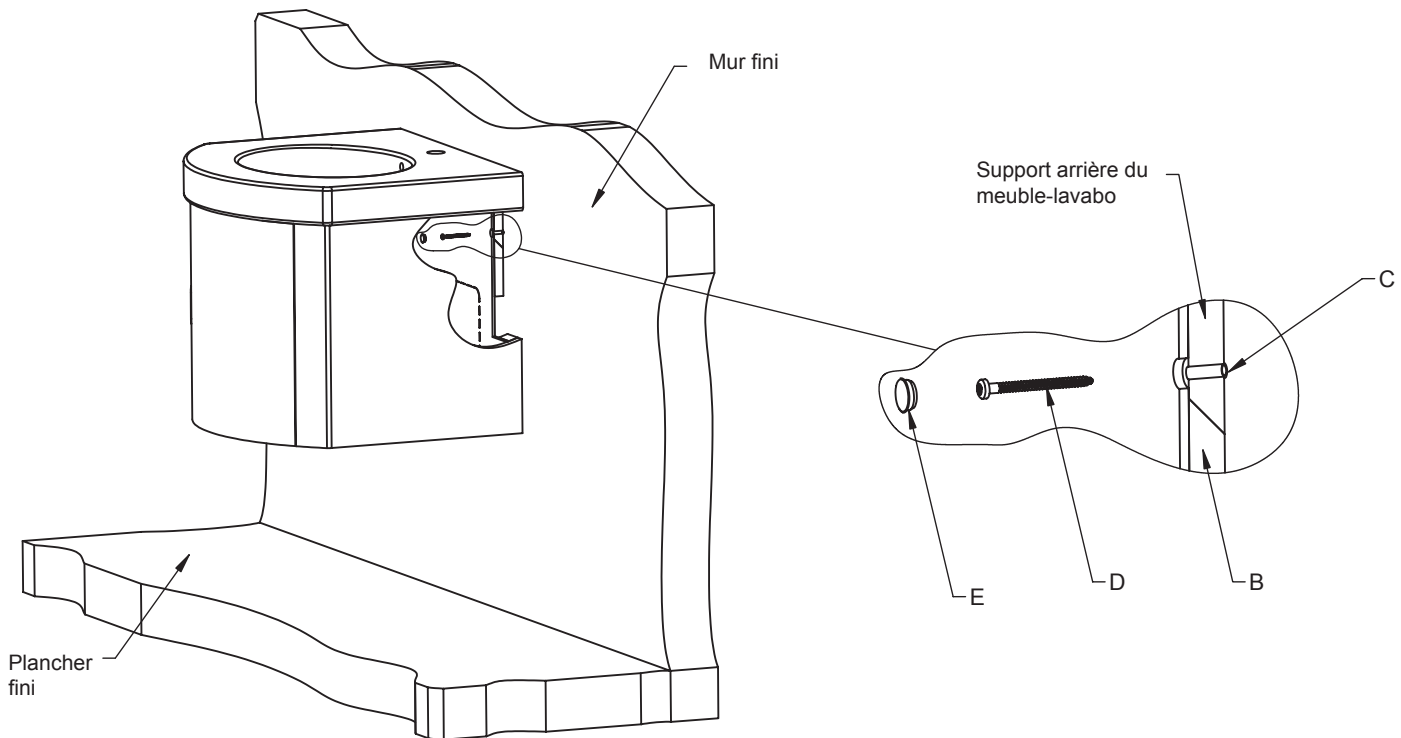

Figure 4
- Placez temporairement le **meuble-lavabo (A)** et les autres meubles joints précédemment en place contre le mur.
- **REMARQUE :** Alignez le support arrière du meuble-lavabo avec le support mural en bois (B), de manière à ce que le meuble-lavabo soit suspendu au-dessus du plancher et au même niveau que le mur.
- Marquez l'emplacement des trous à l'arrière du **meuble-lavabo (A)** et des autres meubles pour l'installation des **ancrages (C)**.
- Retirez le **meuble-lavabo (A)** et les autres meubles du mur, percez les trous et insérez les **ancrages (C)**.
- Remplacez le **meuble-lavabo (A)** et les autres meubles contre le mur, alignez-les avec les trous et fixez-les à l'aide des **vis murales (D)**.
- Placez des **cache-trous (E)** afin de dissimuler tous les trous visibles du **meuble-lavabo (A)**.
- Reportez-vous à la **figure 4**.